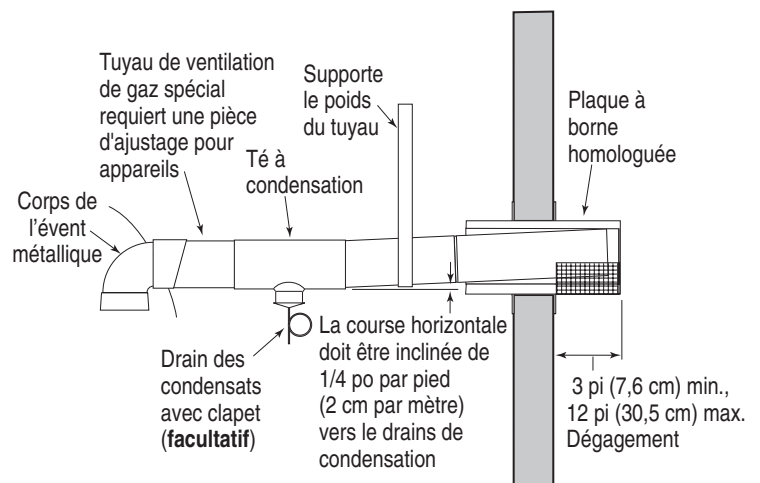

Figure 17.
- à au moins 3 po et à un maximum de 12 po à l'extérieur du mur (voir la figure 17), suivant les directives du fabricant